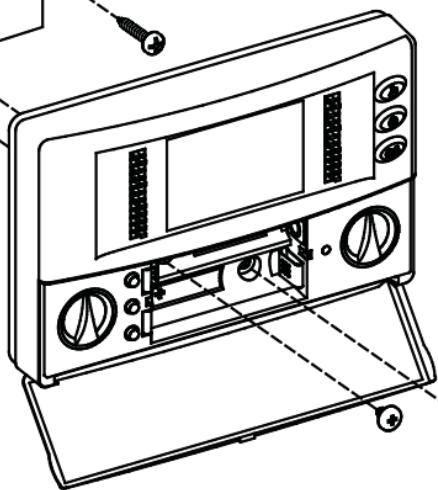

Fig. 2
- Fijar la plancha directamente a la pared o en cajas de derivación a 3 módulos mediante los dos orificios para tornillos con una distancia entre ejes de 60 mm o bien 85 mm prestando atención a pasar los cables por la rejilla como se indica en la Fig.2.
- Acercar el cronotermostato a la plancha a muro haciendo coincidir desde el inicio los dientecitos de la base con los orificios pertinentes en la plancha y sucesivamente ejercitarse en el dispositivo una presión hacia abajo hasta que los dientecillos entren en la plancha y se escuche un clic; por lo tanto fijar el cuerpo del cronotermostato a la placa a muro mediante los dos tornillos en dotación cuyos orificios se encuentran el interior del compartimento baterías (Fig. 2).